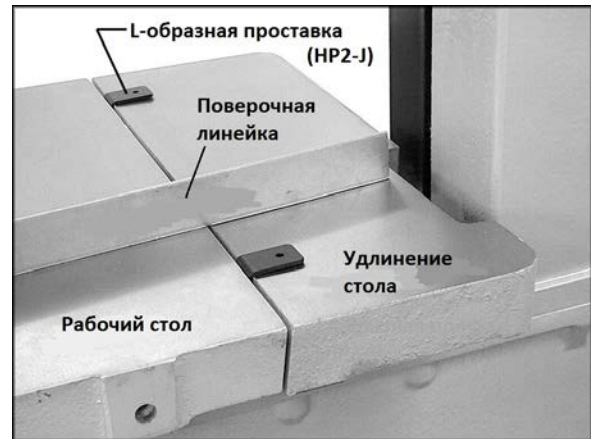

Рис. 24.
2. Положите поперечную линейку (Рис. 24) на оба стола в продольном направлении. Если удлинение не находится на одном уровне с рабочим столом, используйте выравнивающую планку, расположенную под удлинением, чтобы отрегулировать его положение, как описано ниже.
5. Отрегулируйте зазор между удлинением стола и рабочим столом. Зазор легко регулируется с помощью поставляемых в комплекте L-образных проставок (HP2-J) (Рис. 24). Установите L-образные проставки между столами, как показано на рисунке, и подведите удлинение к рабочему столу максимально близко, насколько позволят проставки.